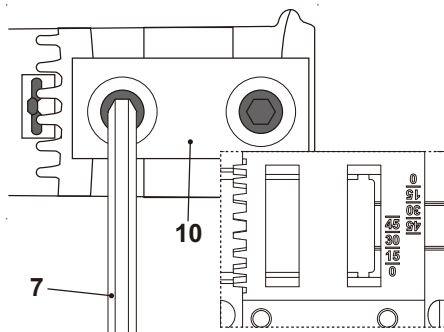

Fig. 12
Pour régler la semelle, desserrez la vis avec la clé hexagonale (7) fournie, faites légèrement glisser la semelle (10) vers l'avant de l'outil, puis faites-la pivoter selon l'angle choisi (Fig. 12). Les encoches maintiendront solidement la semelle à 45° et d'autres positions supplémentaires pour des angles de 15° et 30° sont également disponibles. La valeur de l'angle à définir est gravée sur la semelle. Faites glisser la semelle à nouveau vers l'avant jusqu'à ce que le cran soit enclenché. Resserrez la vis après avoir replacé correctement la semelle. Vérifiez que la semelle est bloquée. Réinstallez la batterie (voir Insérer la batterie).